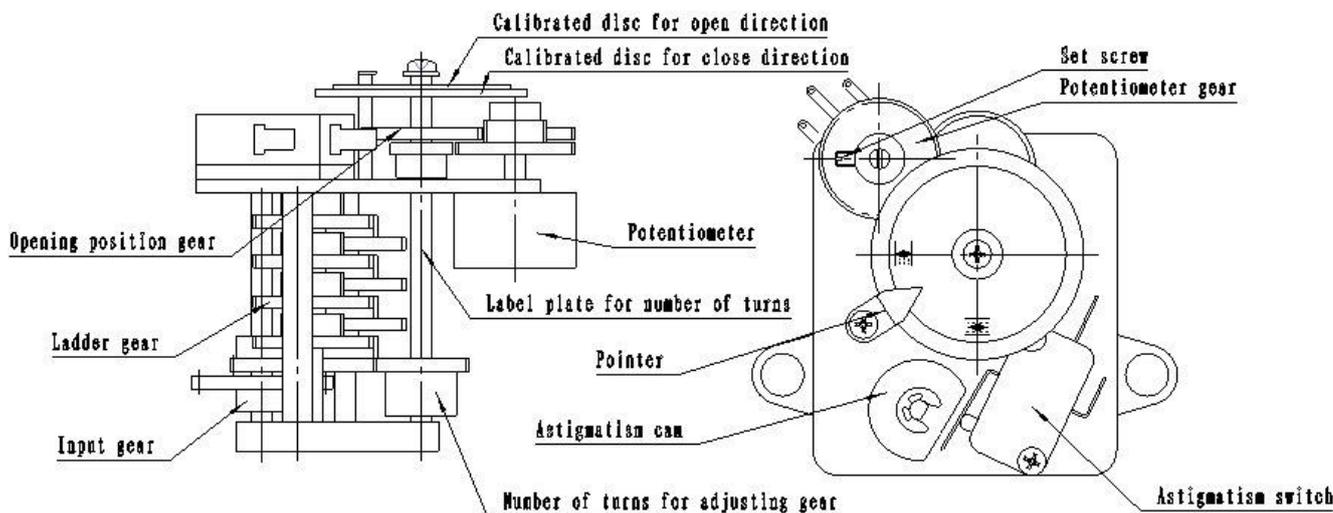

Рисунок 7
6.3 Регулировка индикатора положения открытия (см. рисунок 7)